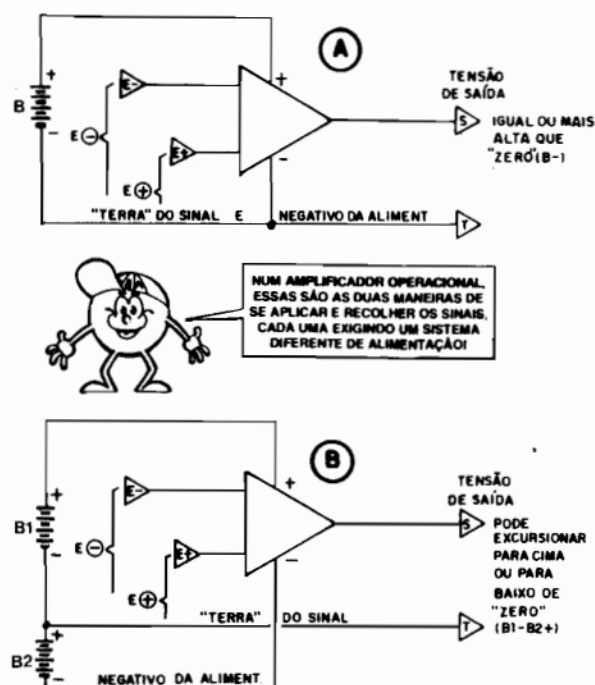

Fig.8
- FIG. 8 - Em virtude das especiais características de ENTRADA (dupla, uma inversora e uma não-inversora...) dos Amp.Op., estes podem adotar duas formas básicas de Alimentação, dependendo de como queremos ver as "excursões" do sinal presente na única SAÍDA do bloco:
- FIG. 8-A - ALIMENTAÇÃO SIMPLES - Nessa configuração, a linha de "terra", correspondente ao referencial de "zero" para os sinais de ENTRADA e de SAÍDA, **coincide** com a própria linha do **negativo** da alimentação geral. Os sinais ou níveis a serem manipulados, então, podem ser aplicados às ENTRADAS "E+" e/ou
"E-" devem ser referenciados à linha de "zero" volt ("Terra") que correspondem ao ponto "central" da Alimentação dupla (e não mais ao "extremo" negativo da tal Alimentação, como se via na configuração simples (fig. 8-A).
- FIG. 8-B - ALIMENTAÇÃO DUPLA OU SIMÉTRICA (SPLIT) - Nesse caso a alimentação é provida por dois blocos de energia, um positivo com relação ao "zero" volt, e outro negativo, ambos de igual intensidade ou nível (por exemplo "+9V" e "-9V"). O sinal de saída, dependendo então do diferencial dos níveis aplicados às duas ENTRADAS do Amp.Op., poderá excursionar tanto "para cima de zero", quanto "para baixo de zero volt"... No exemplo de fonte simétrica de "+9V" e "-9V", o sinal/nível na SAÍDA poderia situar-se desde 9V positivos até 9V negativos, numa excursão máxima de até 18V, portanto... Quem quiser lembrar algumas "coisinhas" importantes sobre essas questões do "referencial" deve ler com atenção as "Lições" Teóricas a respeito, dadas na 13ª "Aula" do ABC... Vão lá! Na configuração mostrada, os sinais aplicados tanto à ENTRADA "E+" quanto à